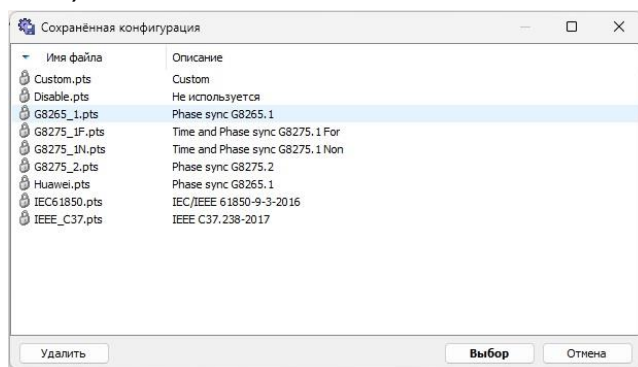
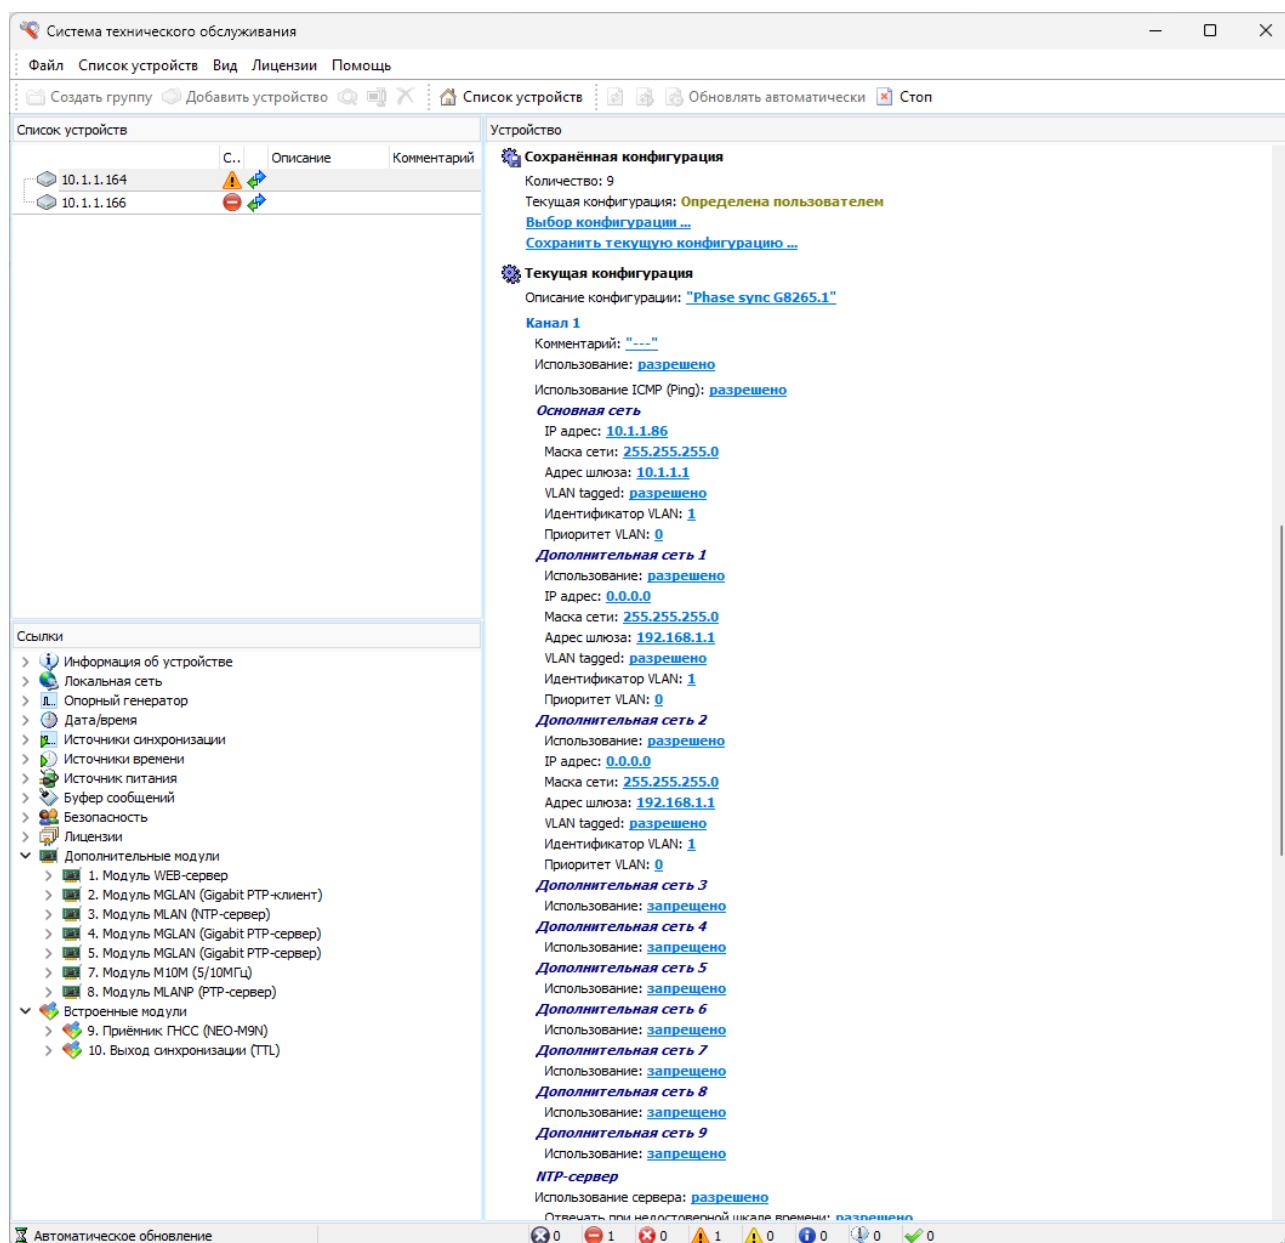

Рис. 1.29.
Рис. 1.30.
- набор конфигурационных параметров – «*Конфигурация*» (рис. 1.30).
Для установки стандартного набора конфигурационных параметров профиля выбрать команду «**Выбор профиля**» (Рис.1.30.), откроется окно (Рис.1.29.)